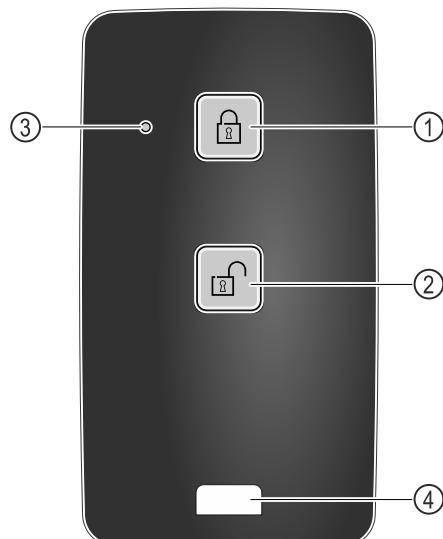

Fig. 219
- (1) Κλείδωμα κλειδαριάς
- (2) Ξεκλείδωμα κλειδαριάς
- (3) LED κατάστασης
- (4) Κρίκος στερέωσης
- Πατήστε το πλήκτρο Fig. 219 (1) στο τηλεχειριστήριο.
- Πατήστε το πλήκτρο Fig. 219 (2) στο τηλεχειριστήριο.
- Το LED κατάστασης Fig. 219 (3) παρέχει μια οπτική απόκριση με το πάτημα του πλήκτρου.
- Κρίκος Fig. 219 (4) για στερέωση του τηλεχειριστηρίου, για παράδειγμα σε ένα μπρελόκ.